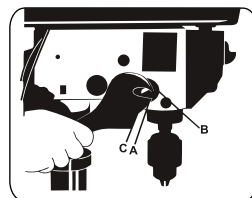

FIGURA 8.17
- Mueva las tuercas de traba hasta su posición más baja (con holgura), y trábelas en este local utilizando la llave. Esto evitará que el Eje-Árbol caiga cuando sea accionado por el resorte (Figura 8.17).
- Posicione el destornillador en la ranura inferior frontal (A) de la tapa del resorte (B), y sujétela en esta posición mientras esté aflojando y retirando las tuercas.
- Apriete la tuerca interior (C) con la llave. No realice excesivamente esta medida, ya que podrá impedir el Eje árbol de ser retirado.
- Verifique el Eje-Árbol cuando mueva la palanca. La operación del Eje-Árbol debe ser suave, con movimientos continuos. Si el desplazamiento está muy apretado, afloje un poco las tuercas hasta que el movimiento sea confortable (Figura 8.17).